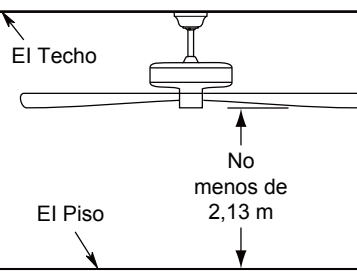

Figura 2
Uso de perfil profundo (Figura 2)
2. Retire el clip de horquilla y pasador de horquilla de la parte inferior de la bola para colgar. Retener el pasador y clip para la reinstalación en el paso 4. (Figura 2)
Debe colgar el ventilador a una distancia mínima de 2,13 m desde las aspas hasta el piso. (Figura 2)
Para evitar una posible descarga eléctrica, asegúrese de cortar la alimentación eléctrica de la caja de fusibles principal antes de alambrado el ventilador. (Figura 2)
2. Coloque y ajuste firmemente la cubierta para el tornillo de la base sobre los tornillos de reborde de la abrazadera para colgar mediante el mecanismo de seguro por giro del chavetero. (Figura 2)
2. Extraiga uno de los tres tornillos del soporte ubicado en la parte interior de la unidad del motor. Guárdelo para después y afloje levemente los otros dos tornillos. (Figura 2)
2. Restablezca la fuente de alimentación de la toma de corriente encendiendo la electricidad del fusible principal. (Figura 2)